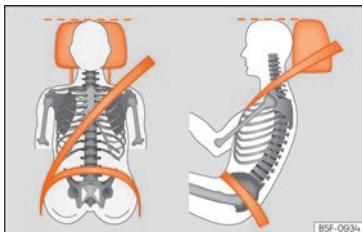

Fig. 8 Banda del cinturón y apoyacabezas ajustados correctamente.
- Ajuste el apoyacabezas de modo que el borde superior quede, en la medida de lo posible, a la altura de la parte superior de la cabeza, en ningún caso por debajo de los ojos. Mantenga la nuca lo más cerca posible del apoyacabezas »» fig. 8.